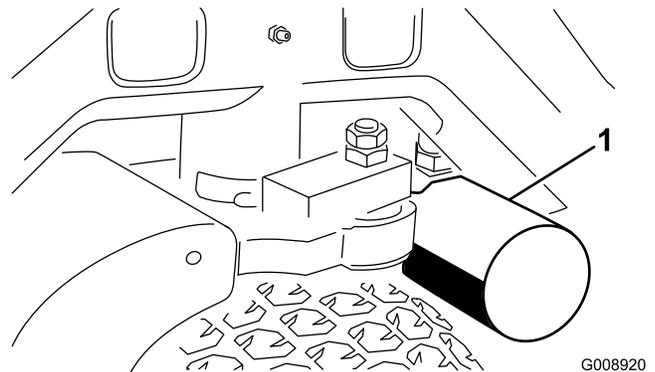
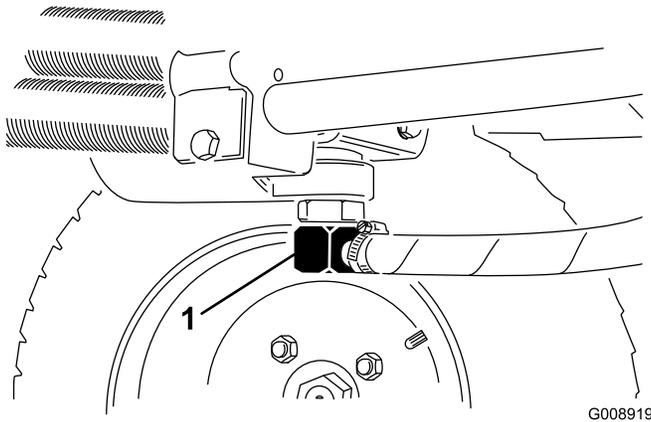

Bild 56
Bild 57
3. Reinigen Sie den Anbaubereich des Filters. Stellen Sie ein Auffanggefäß unter den Filter (Bild 56) und entfernen den Filter.
2. Klemmen Sie die Hydraulikölleitung ab (Bild 57) oder entfernen den Hydraulikölfilter (Bild 56) und lassen das Hydrauliköl in ein Auffanggefäß ablaufen. Montieren Sie die Hydraulikölleitung, wenn kein Öl mehr ausströmt.